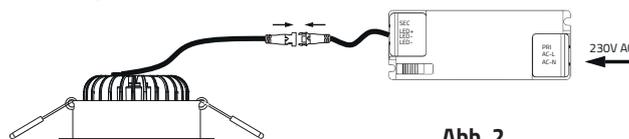

Abb. 2
2. ELTROPA Einbaustrahler, mithilfe des mitgelieferten Steckverbinders, an die sekundärseitige Leitung des Konverters, mit passendem Gegenstück des Steckverbinders, anschließen. An die Primärseite des Konverters die vorhandene 230 V AC Netzspannung anschließen (Abb. 2).